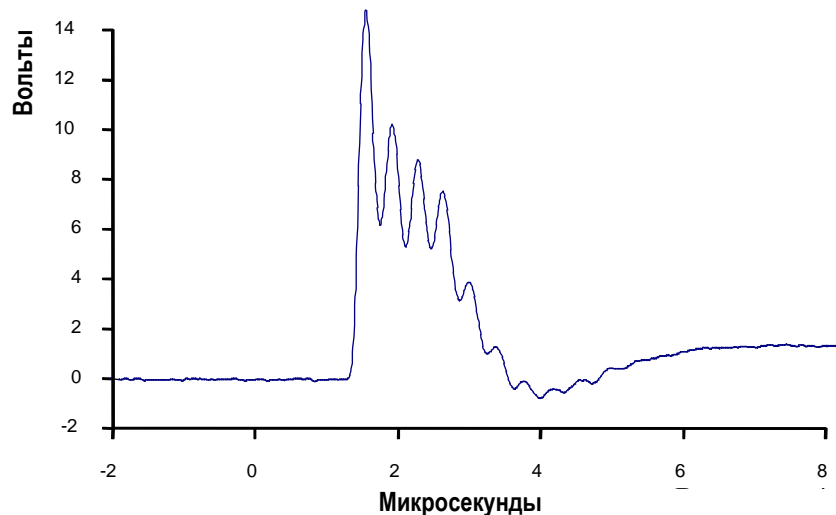

Рис. 3.5 – Передний фронт импульса включения тиристора – типичный SCR (ABB)
9. Реальные импульсы управления можно проверить, подключив осциллограф к контрольным точкам **TP7** и **TP1** (см. рис.3.4.). Импульсы должны выглядеть, как показано на рис.3.5 и 3.6.